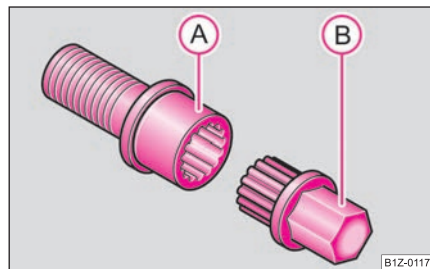

**Fig. 198 Bullone di sicurezza con adattatore**
- Spingere a fondo il lato dentato dell'adattatore **(B)** nella dentatura interna del bullone **(A)**, in modo tale che da quest'ultimo sporga soltanto l'esagono esterno ⇒ **fig. 198**.